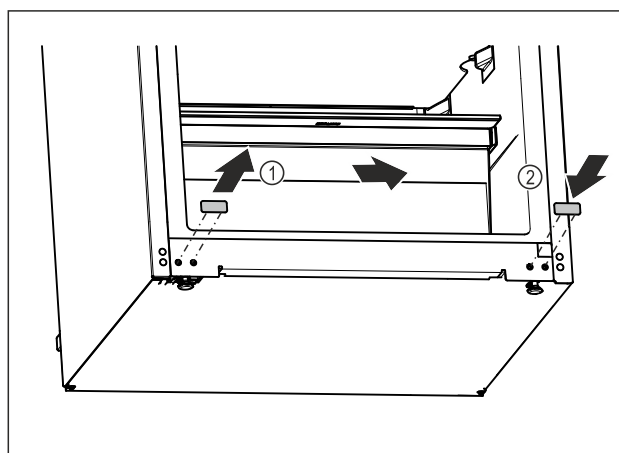

Fig. 21
- Wyjąć zatyczkę osłonki. Fig. 21 (1)
- Założyć zatyczkę osłonki po przeciwległej stronie. Fig. 21 (2)